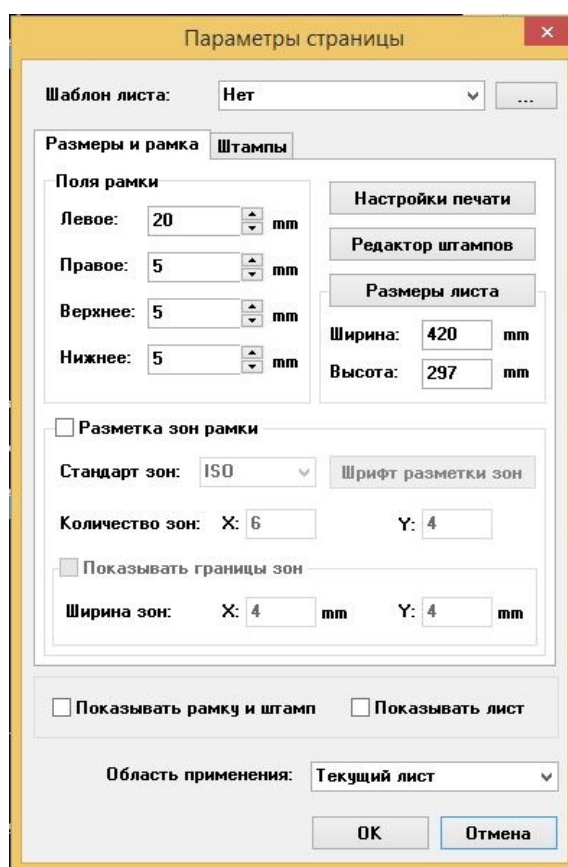

Рисунок 5.2.1 Параметры страницы
- В меню *Файл* щелкнуть ЛК по строке *Параметры страницы*. Появится диалоговое окно *Параметры страницы*. В области *Шаблон листа* «выбрать» формат А3 или через кнопку *Размер листа* в окне *Ширина* задать размер 420 мм, а в окне *Высота* — 297 мм (рис. 5.2.1). Нажать кнопку ОК.